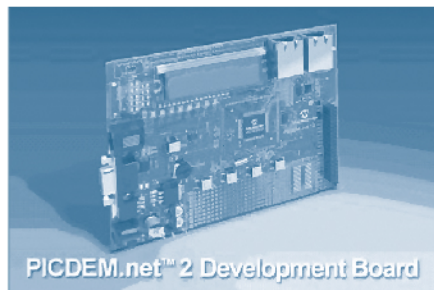

Рис. 4
- Миниатюрная демоплата с Ethernet-контроллером ENC28J60 (рис. 4), подключаемая к Explorer16 Development Board (более подробно в статье по отладочным средствам данного каталога). Позволяет разработчику освоить стек протоколов TCP/IP для 16-битных контроллеров PIC24, 32-битных PIC32 и контроллеров цифровой обработки сигнала dsPIC33, работающих вкуче с 10 Мбит Ethernet-контроллером ENC28J60.